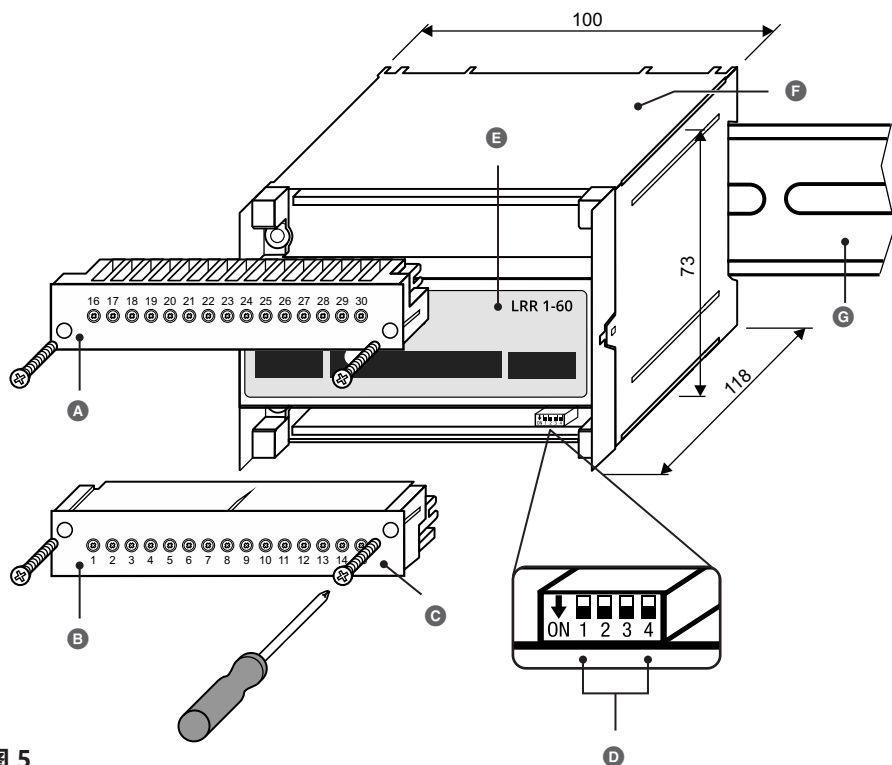

图 5
必要时，可通过编码开关 D（参见 **图 5**）随时更改电导率控制器 LRR 1-60 的波特率和控制器组。
2. 松开并取下下方端子排，参见 **图 5**。
3. 通过编码开关 D（参见 **图 5**）进行所需设置，见第 23 页，**图 8**。
运行前，必须通过编码开关 D 图 5 确定电导率控制器的控制器组和波特率。通过连接电导率电极和在操作与可视化单元 URB 60 上设置相应参数，得到所需控制器功能。